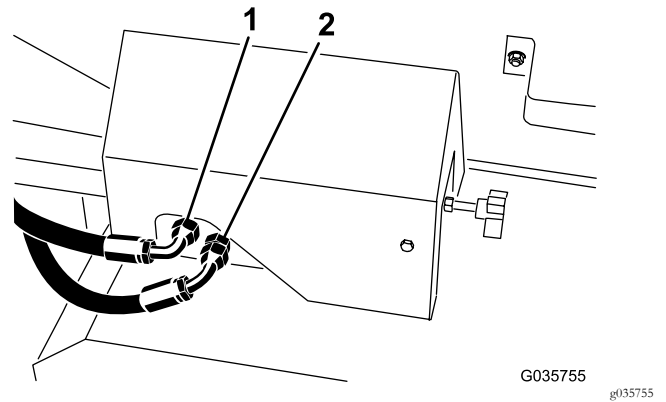

図 21
- マニホールドブロック前面からプラグを外し、先ほど外したホースを取り付ける 図 21。